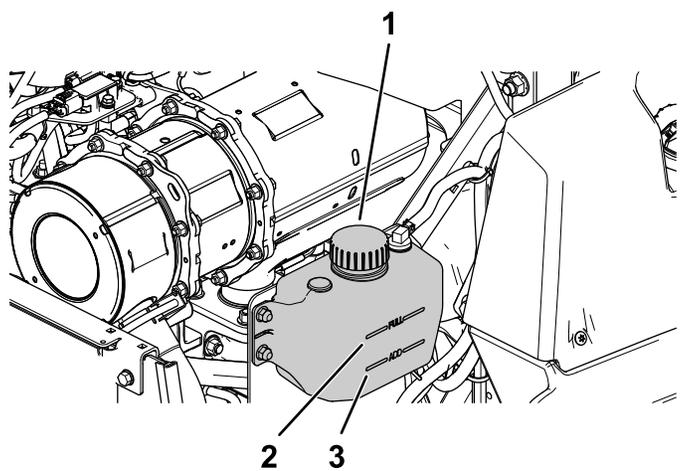

Figure 56
4. Vérifiez le niveau du liquide de refroidissement dans le vase d'expansion (Figure 56).
5. Si le niveau du liquide de refroidissement est trop bas, enlevez le bouchon du vase d'expansion et faites l'appoint avec le liquide spécifié (Figure 56).